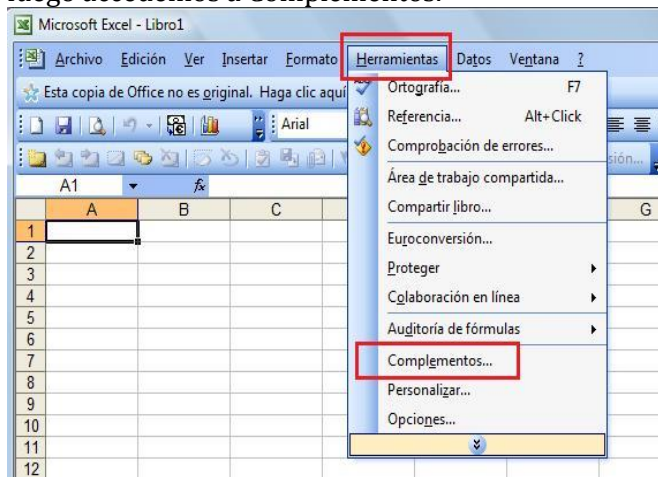

**Ilustración 4**
- Una vez cargado el complemento Solver, el comando Solver estará disponible en el grupo Análisis de la ficha Datos (Ver Ilustración 4).